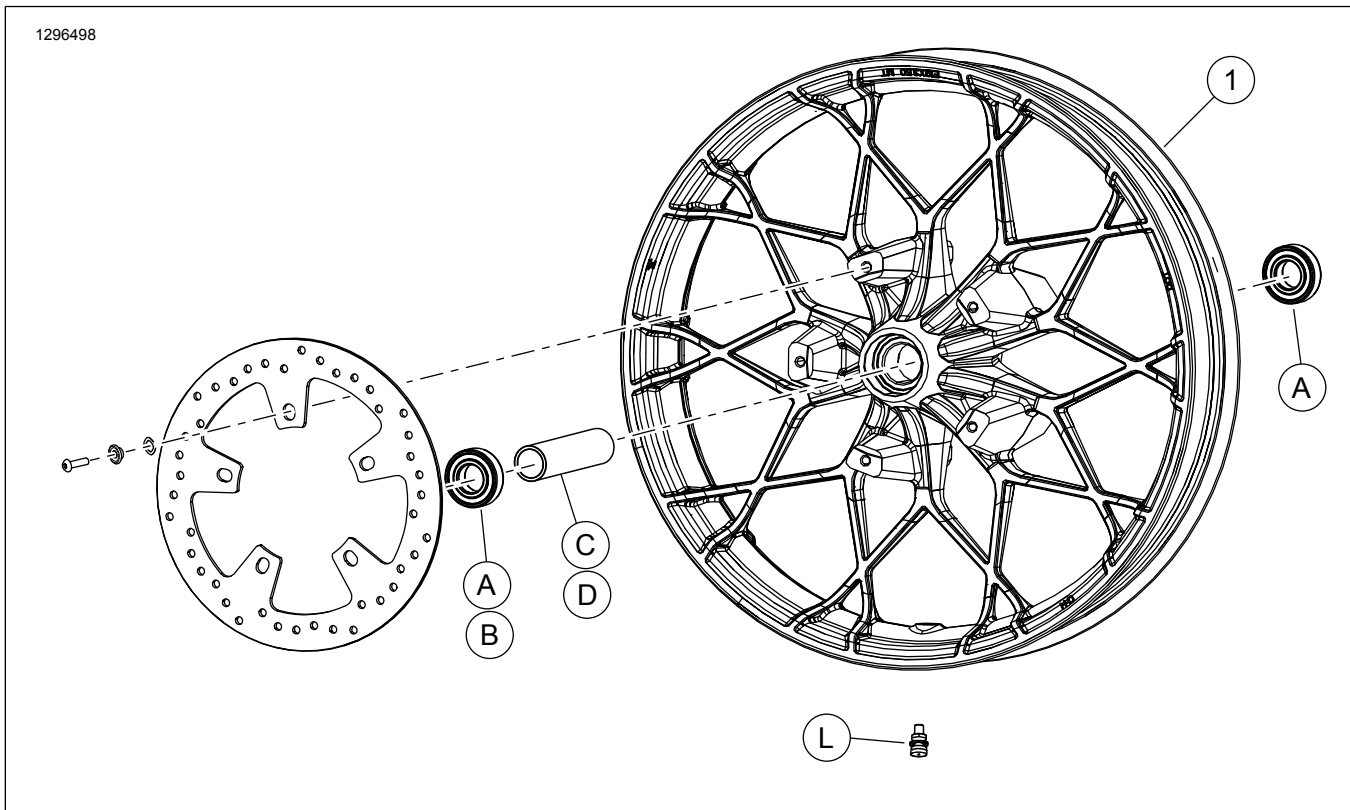

図2. 交換用パーツ: フロントホイール
このキットにはカスタムホイールのみ付属します。「図2」および「表2」を参照してください。
2. 「図2」を参照。バルブシステムアッセンブリ(L)をホイールに取り付けます。サービスマニュアルを参照してください。